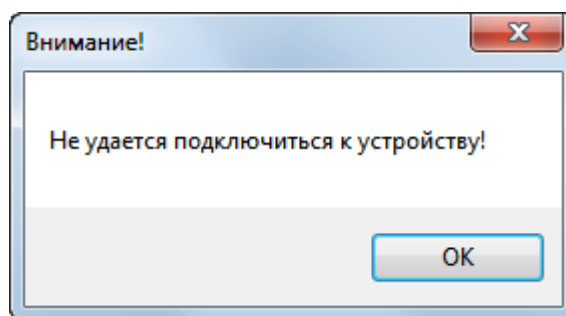

Рисунок 64
4.2.1. При подключении по USB после нажатия на кнопку «Подключиться» в случае, если программа не может подключиться к терминалу, выдается сообщение (Рисунок 64)